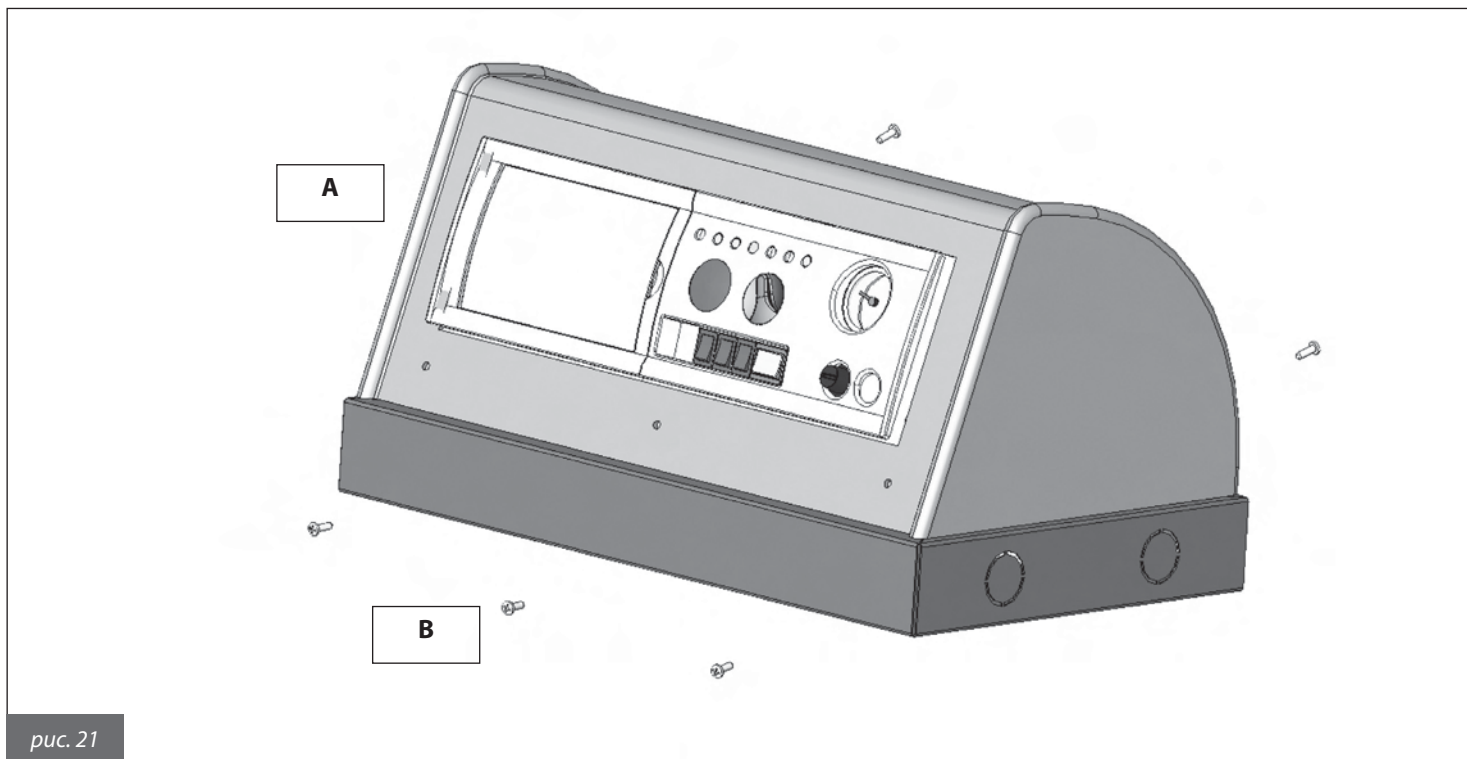

рис. 21
- 2)** установить в исходное положение верхнюю (защитную) часть корпуса пульта (**A**, рис. 21), закрепив ее с помощью соответствующих винтов (**B**, рис. 21);